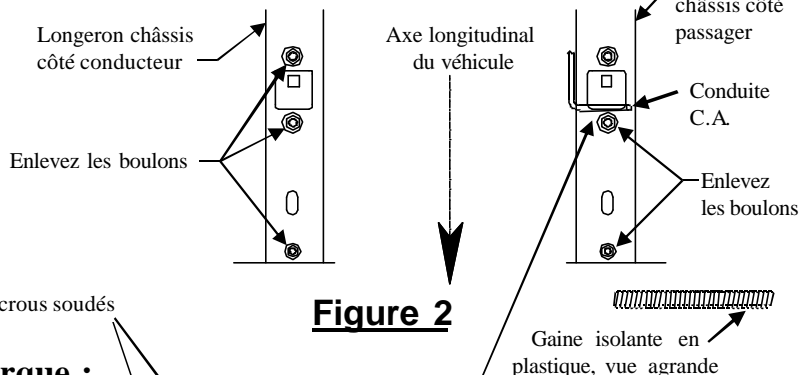
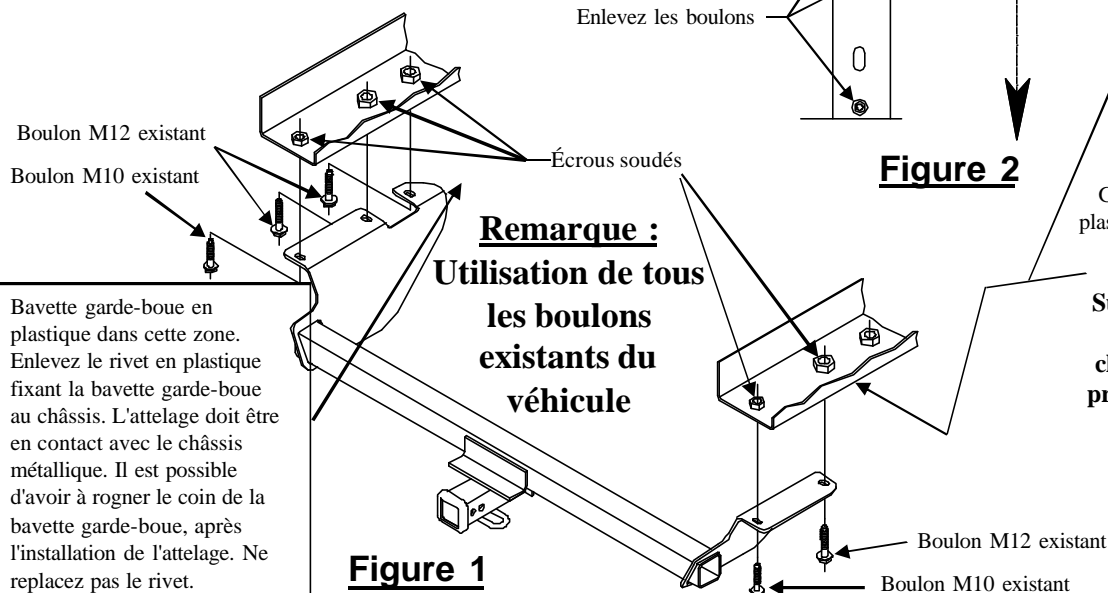

Figure 2
Figure 1
2. Enclencher la gaine isolante de plastique en place au-dessus de la conduite de climatisation du côté passager, à proximité du boulon s'il est présent. Voir la Figure 2 ci-dessus.
3. Enlevez les boulons existants des longerons comme illustré à la Figure 2, (3) du côté conducteur et (2) du côté passager, puis conservez-les pour le montage de l'attelage.
4. Enlevez le rivet en plastique fixant la bavette garde-boue au châssis du côté conducteur. Il est possible d'avoir à rogner le plastique après l'étape (4). Ne remplacez pas le rivet en plastique.
5. Levez l'attelage en position comme illustré à la Figure 1 et fixez-le avec les boulons existants enlevés à l'étape 2. Serrez-les à la main.